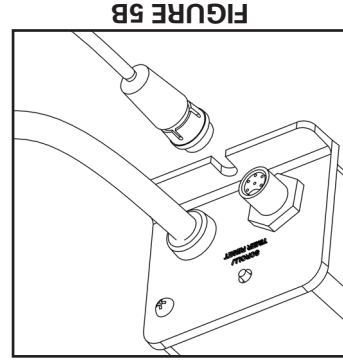
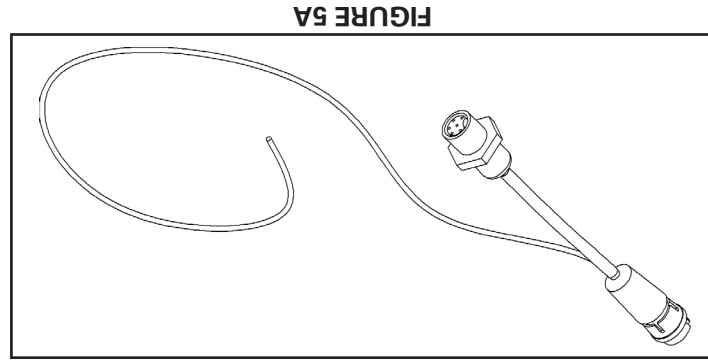

FIGURE 5B
FIGURE 5A
6. Sortie 4-20 mA (en option) : Pour ceux qui veulent pouvoir transmettre, à l'aide d'un signal 4-20 mA, les données sur l'intensité UV à un lieu éloigné, un câble " Y " de 20 mètres de long (65 pi) est vendu en option chez votre détaillant (Figure 5A). Pour l'obtenir, commander le câble no 260134. Pour l'installer, vous devez premièrement débrancher le câble original du capteur du contrôleur Silver " Plus " (Figure 5B) et y brancher le nouveau câble " Y " (Figure 5C). Ensuite, brancher l'extrémité mâle du câble original du capteur à l'extrémité femelle du nouveau câble " Y " ; Finalement, brancher le câble 4-20 mA à l'appareil approprié et s'assurer que tous les raccordements sont bien serrés.